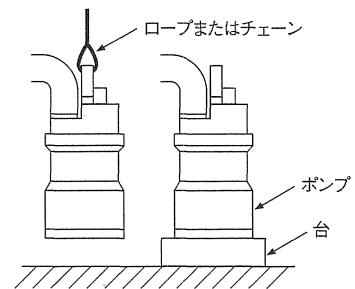

図3
- (1) 運転ならびに据付時はケーブルを絶対に引っ張らないでください。取手または取手にロープを取り付けて行ってください。
- (2) ポンプはなるべく立直状態で使用ください。土砂の流入が多い場合や、ストレーナが埋没するような土砂の場合は、ポンプを強固なロープまたは、チェーンで吊るすか台の上にポンプを置いてください。(図3)
- (3) 土砂の多い場所で連続湯水運転を行いますと、ポンプが短期間に摩耗することがあります。水の集まりやすい場所を選んでお使いください。
- (4) 配管および据付時にポンプを壁などにぶつけたり落とさないようにしてください。
- (5) 配管末端は水中に入れないでください。ポンプを停止したとき逆流します。
- (6) ケーブルは車のタイヤ等で踏まないように設置してください。
- (7) 排水槽はコンクリートのカス、紙、布、ビニール等が残らないように十分清掃してください。
- (8) 吐出し用配管はポンプ径と同径のものを使用してください。ポンプ口径より小さい配管を使用しますと配管による損失水頭が増大し吐出し量が減少します。またポンプ口径より大きい配管を使用しますと配管内に土砂などが溜まり、土砂詰まりの原因となりますのでご注意ください。